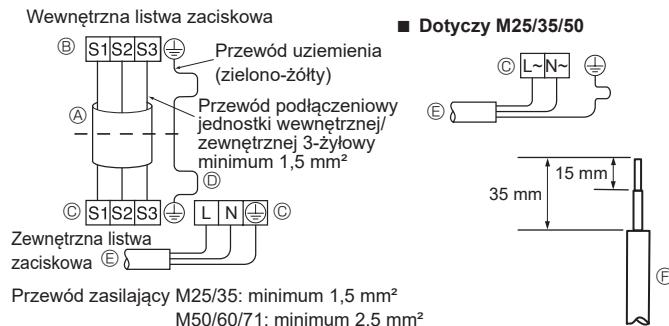
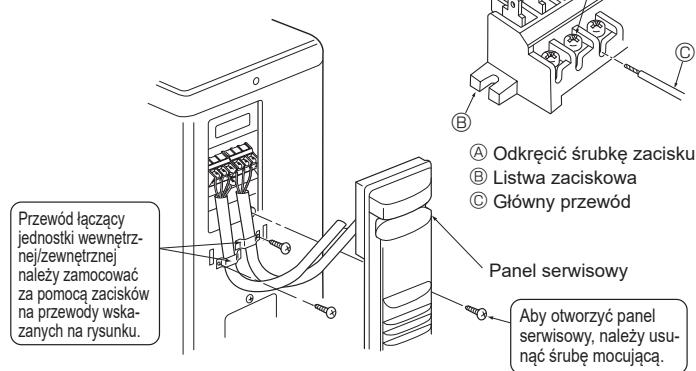
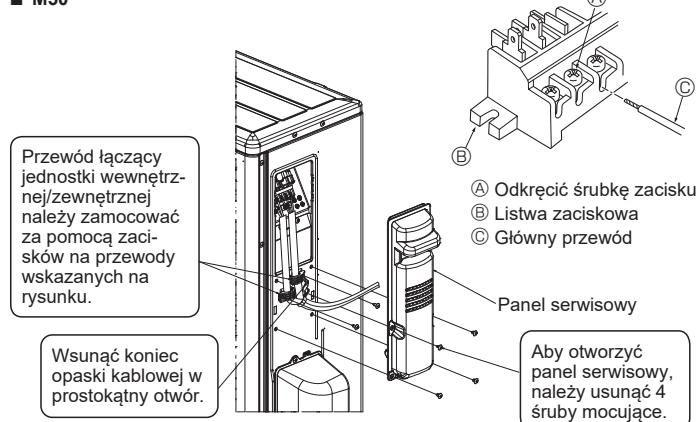
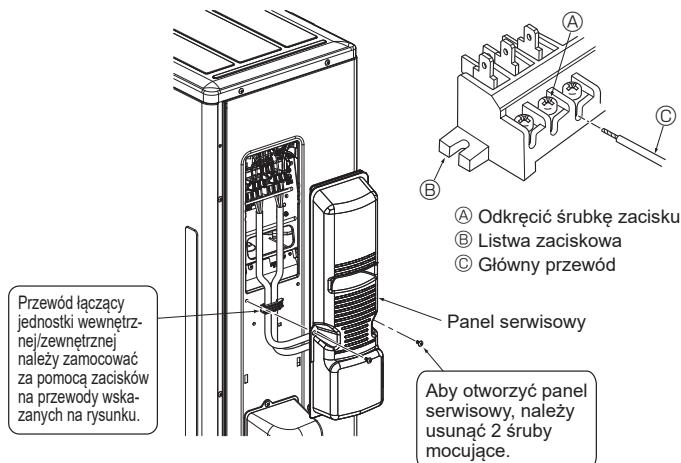

Fig. 6-2
Fig. 6-3
Fig. 6-4
Fig. 6-5
### 6.1. Jednostka zewnętrzna (Fig. 6-1, Fig. 6-2, Fig. 6-3, Fig. 6-4, Fig. 6-5)
- ① Usunąć panel serwisowy.
- ② Podłączyć przewody zgodnie z Fig. 6-1, Fig. 6-2, Fig. 6-3, Fig. 6-4 i Fig. 6-5.
- Przewody należy poprowadzić zgodnie ze schematem po lewej stronie poniżej (przewód zakupić we własnym zakresie) (Fig. 6-2).